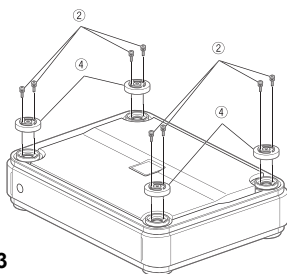

Рис. 3
2. Закрепите четыре соединительные заглушки* в 4-х углах первого усилителя, используя по два крепежных винта (М 2.6 х 14*, прилагаются) на каждую заглушку (см. рис. 3).